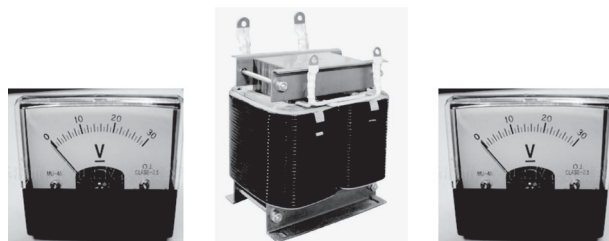

图1-7 鉴别变压器同名端的实验所需的器件
2. 画线将图 1-7 所示的仪表连接成鉴别单相变压器同名端的电路，并说明鉴别方法。